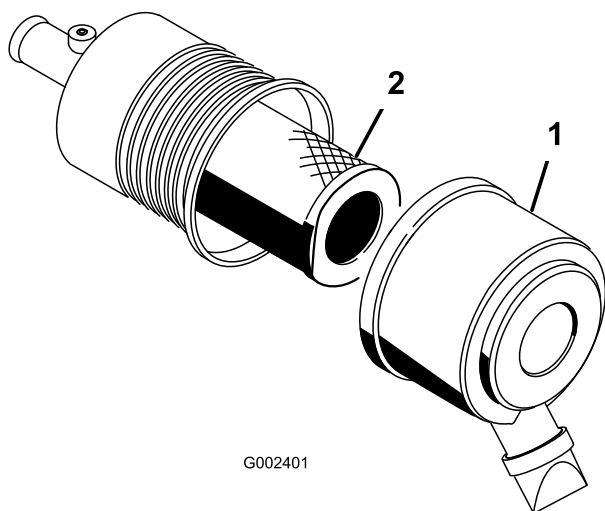

Рисунок 42
1. Освободите защелки воздухоочистителя и отделите крышку от корпуса воздухоочистителя (Рисунок 42).
4. Осторожно извлеките фильтр грубой очистки из корпуса воздухоочистителя (Рисунок 42). Старайтесь не ударить фильтр о боковую поверхность корпуса.
7. При замене контрольного фильтра будьте осторожны, вставляя новый фильтр в корпус фильтра (Рисунок 42).
8. Осторожно вставьте фильтр грубой очистки поверх контрольного фильтра (Рисунок 42). Убедитесь в том, что он полностью встал на место, надавливая на внешний обод фильтра во время его установки.
9. Установите крышку воздухоочистителя таким образом, чтобы сторона, обозначенная как UP, была обращена вверх, и закройте защелки (Рисунок 42).